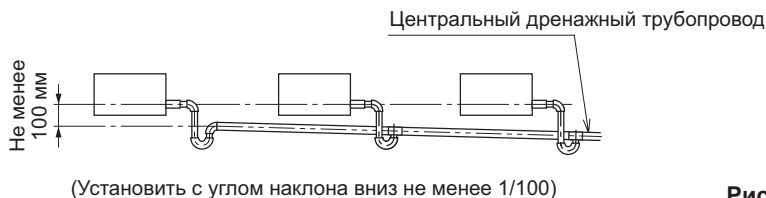

Рис. 7-2
- Дренажная труба должна быть короткой и иметь уклон вниз с углом наклона не менее 1/100, чтобы не допустить образования воздушных карманов. (См. Рис. 7-2)
- При использовании центрального дренажного трубопровода, выполняйте процедуру, показанную на Рис. 7-2.